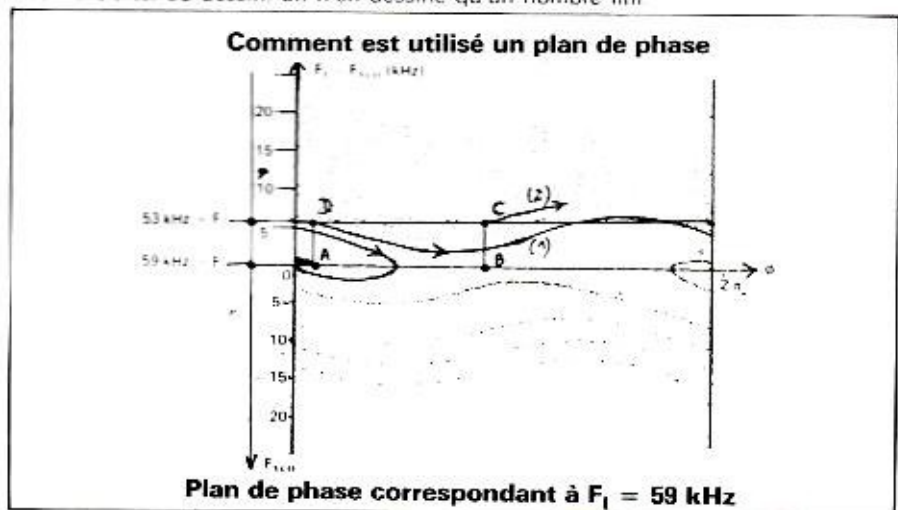

FIGURE 12
On constate ainsi (figure 12) que pour les conditions initiales :  $F_0 = 53$  kHz,  $\phi = 0$  (régime PULL-OUT), on est à la limite du verrouillage sans cycle slip (courbe (1)); alors que pour  $F_0 = 53$  kHz,  $\phi = \pi - PF$  (régime PULL-IN) il y aura sans doute (courbe 2) 2 cycles slip.